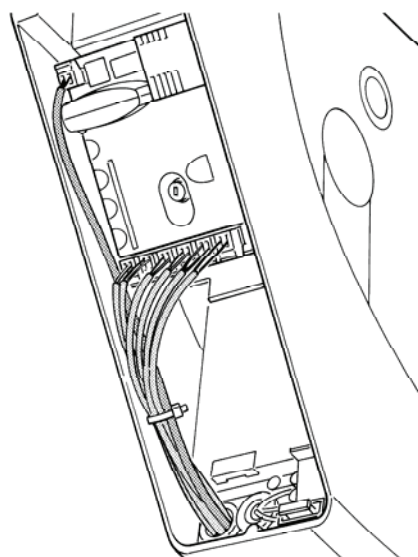

Fig. 6
2. Desserrer le presse-étoupe libre et faire passer les câbles pour la connexion aux bornes de la logique. Laisser les câbles 20+30 cm plus longs que nécessaire. Voir le tableau N°1 pour le type de câble et la Fig. 6 pour les connexions.